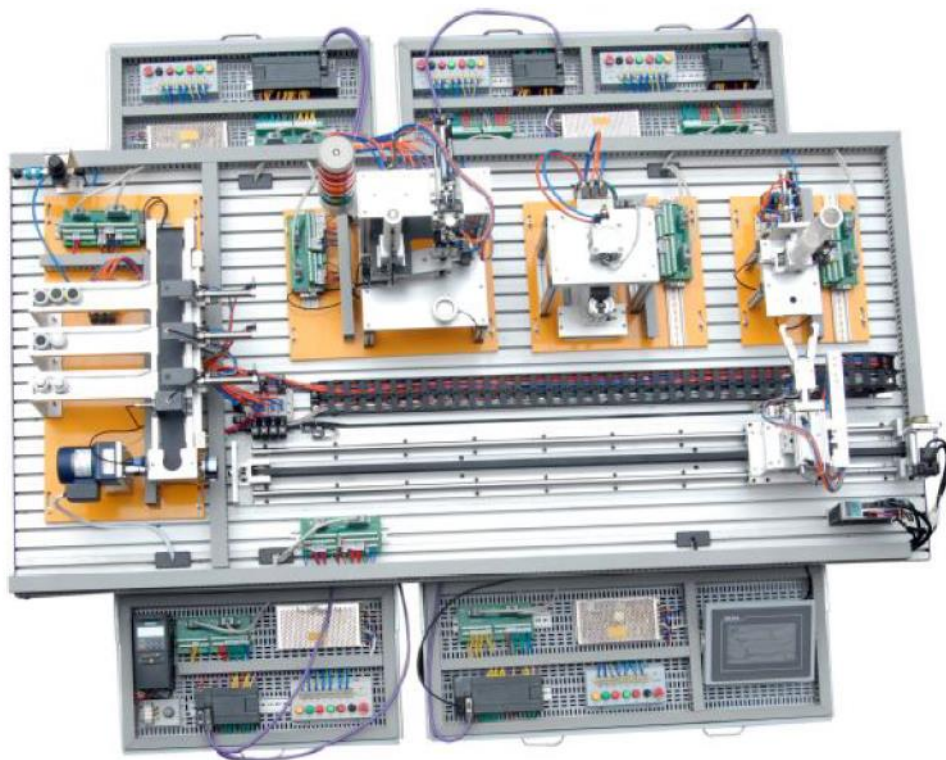

图 0- 2 YL-335B 俯视图
YL-335B 各工作单元在实训台上的分布如图0- 2 YL-335B俯视图所示。
- **供料单元的基本功能：**供料单元是YL-335B 中的起始单元，在整个系统中，起着向系统中的其他单元提供原料的作用。具体的功能是：按照需要将放置在料仓中待加工工件（原料）自动地推出到物料台上，以便输送单元的机械手将其抓取，输送到其他单元上。如图图0- 3供料单元实物的全貌所示为供料单元实物的全貌。